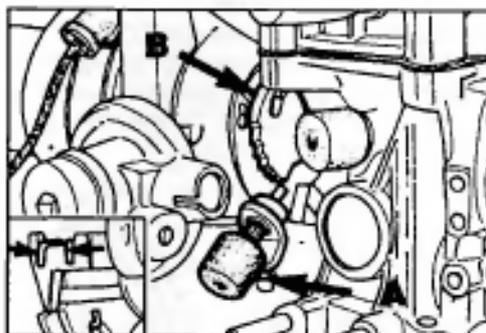

Рис. 1 Регулировочный винт повышенной частоты холостого хода (А)
* При открытой воздушной заслонке регулировочный винт (А, Рис. 1) не должен находиться на кулачке повышенной частоты вращения холостого хода.
г) Переместите дроссельную заслонку так, чтобы кулачок (В) повышенной частоты вращения холостого хода не касался регулировочного винта (А) (Рис. 1).
а) Поверните кулачок повышенной частоты вращения холостого хода (В, Рис. 1) так, чтобы регулировочный винт (А) не касался кулачка.